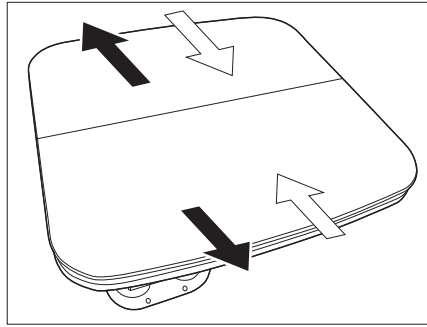

Fig. 102 Separar las piezas exteriores
- Separar las piezas exteriores de la mesa (Fig. 102 - flechas negras).
- Unir las piezas exteriores de la mesa (Fig. 102 - flechas blancas).